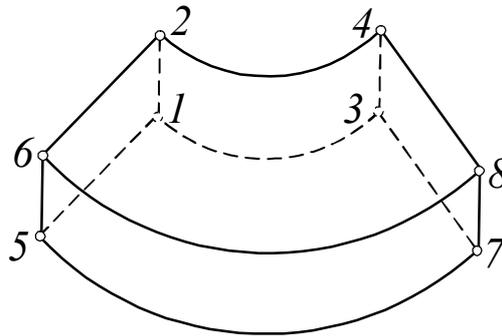

Рис. 2 Рабочее пространство ПР МП-9С
**Задача №1.** Выполнить последовательность манипуляционных действий с использованием выдержки времени и команд закрытия и открытия схвата по предложенному варианту (табл. 3). Номера точек см. на рис. 2.
**Задача №2.** ПР обслуживает штамповочный пресс. В процессе обработки заготовка удерживается в схвате. Робот загружается из двух накопителей Н1 и Н2. Сначала загрузка происходит из основного накопителя Н1. При отсутствии заготовок в нём используется резервный накопитель Н2. При отсутствии заготовок в обоих накопителях ПР останавливается в исходном положении. Готовая деталь сбрасывается в точке сброса. При составлении программы учесть, что Схват манипулятора входит в рабочую зону пресса и выходит из неё только выдвиганием - задвиганием руки. Варианты расположения технологического оборудования см. в табл. 4, а номера точек – на рис. 2.